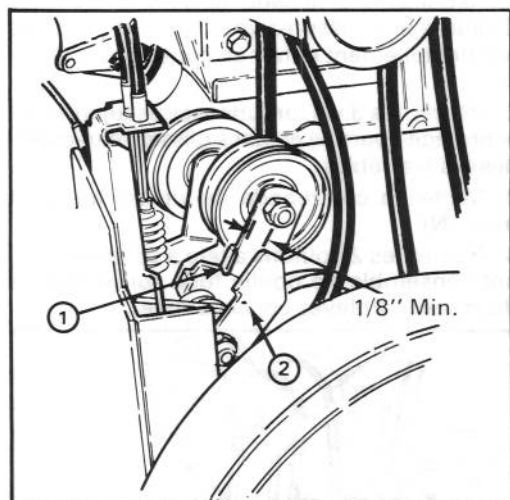

Figure 23
- Vérifiez le réglage du galet-tendeur et des freins. Il doit y avoir un dégagement minimum de 3 mm entre la patte du levier intermédiaire de direction de la roue hélice et le bras du frein (fig. 23). Si l'espace est plus petit, la courroie doit être remplacée.